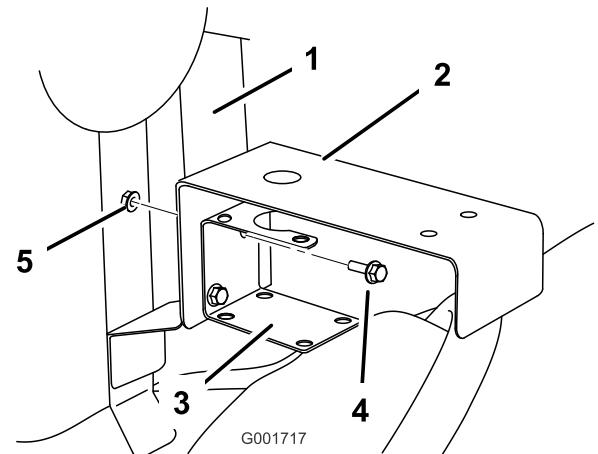

Bild 9
5. Setzen Sie die Regelventilhalterung zwischen die Halterung des Zufuhr-T-Anschlusses und den Befestigungsrahmen mit den vorher entfernten Befestigungen ein (Bild 9).